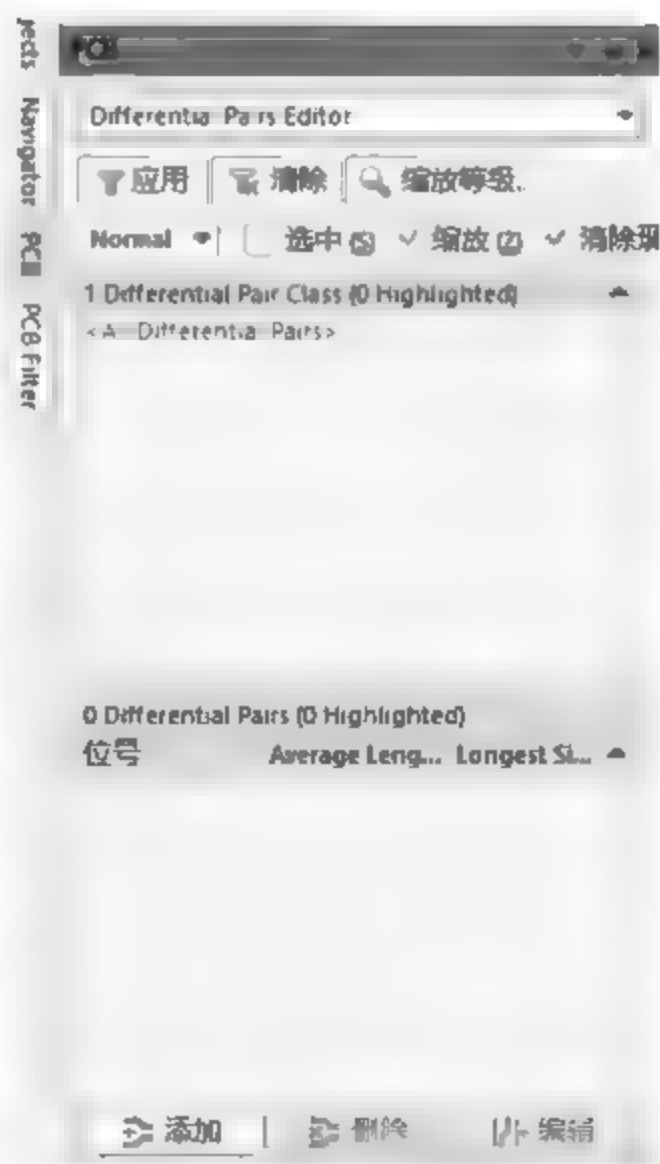

图 5-42 PCB 面板
(1) 打开 PCB 文件,在 PCB 编辑环境中单击右下角的 **Panels** 按钮,在弹出的菜单中选择 **PCB** 选项,打开 PCB 面板,在上方的下拉列表框中选择 **Differential Pairs Editor**(差分对编辑)选项,如图 5-42 所示。